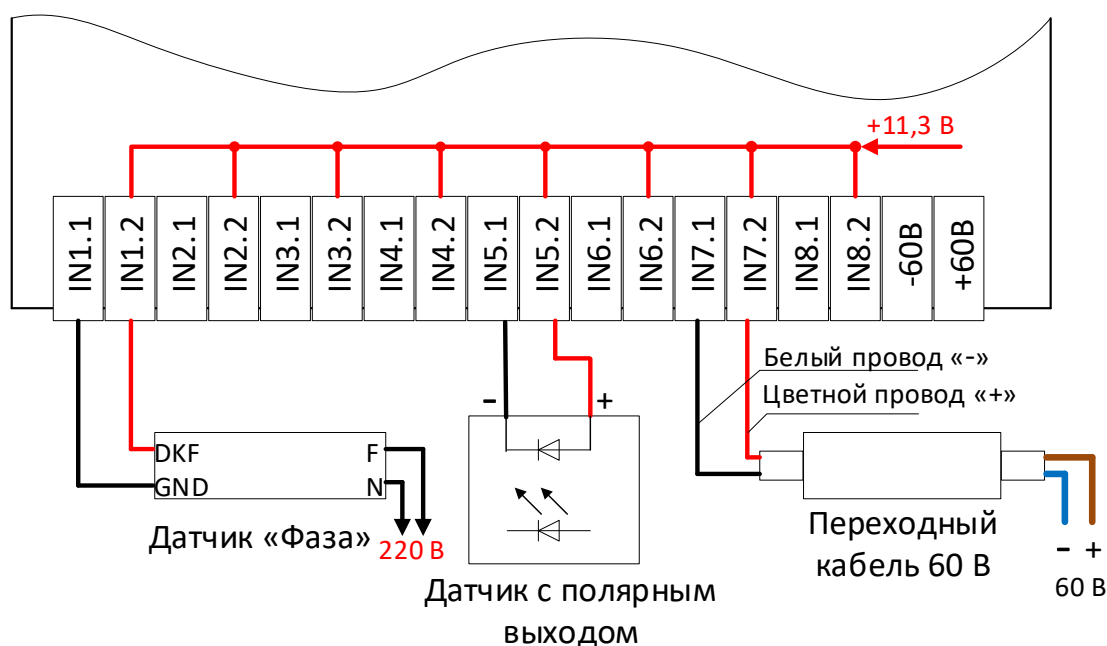

Рис.2.6. Подключение дискретных датчиков, имеющих полярный выход
- К изделию можно подключать дискретные датчики, выход которых, имеет полярность. Однако, следует учитывать, что клеммы изделия, имеющие положительный потенциал объединены друг с другом на его плате (см. рис. 2.6).